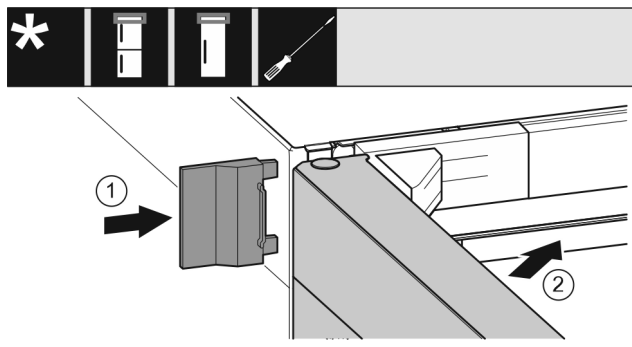

Fig. 22
- Tolja fel a külső fedelet Fig. 22 (1).
- Csukja be a felső ajtót Fig. 22 (2).